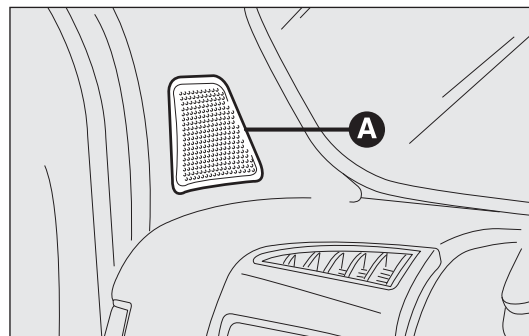

fig. 128
- ❑ n. 2 tweeter A ubicati sui montanti anteriori (potenza 30W max ciascuno) fig. 128;